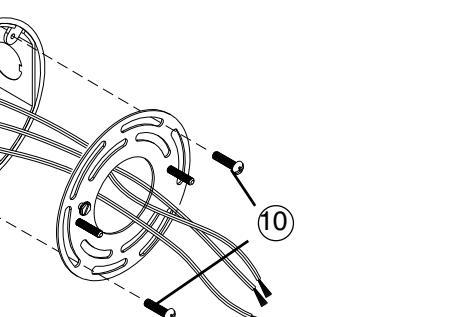

Figure 3
- L'électricité coupée au panneau disjoncteur ou au fusible, rapprocher la plaque de montage (1) de la boîte de jonction et acheminer les fils d'alimentation par le trou central, placer l'unité avec les vis installées alignées à la verticale (après le montage) et les filets face à l'extérieur. Fixer à l'aide des vis (10) fournies. **Voir la Fig. 3.**
3. With the power turned off at circuit breaker box, position Mounting Plate (1) near the junction box and feed supply wires through center hole, position with installed Screws aligned vertically (after mounting) and threads facing outward. Secure using 1" (10) Screws provided. See Fig. 3.
The photocontrol in this fixture is designed to turn on fixture light at low light levels. During daylight installation light should come on for 1-4 min. and then go off. See Fig. 3.
3. Con la electricidad apagada en la caja de cortacircuitos, coloque la Placa de Montaje (1) cerca de la caja de lámpara y alimente los alambres de suministro por el agujero de centro, coloque con los Tornillos instalados alineados verticalmente (después de montaje) e roscas mirando hacia afuera. Asegure usando Tornillos 1" (10) proporcionados. Vea Fig. 3.